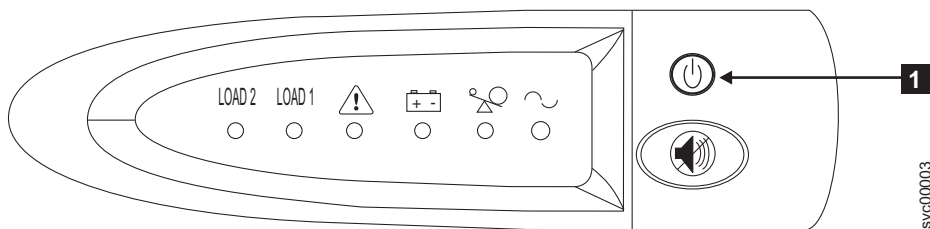

図 336. 2145 UPS-1Uのフロント・パネル・アセンブリー
1. 2145 UPS-1U の前面で、電源ライトが消えるまで (約 5 秒間)、「オン/オフ」ボタン (448 ページの図 336 の **1**) を押し続けます。 2145 UPS-1U の一部のバージョンでは、オン/オフ・ボタンを押すために、ねじ回しのような先の尖った道具が必要な場合があります。2145 UPS-1U は待機モードになります。